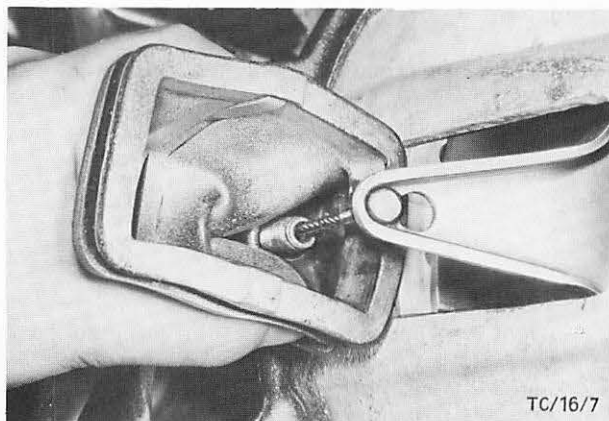

Abb. 9 Kupplungsseilzug an der Schwinge aushängen
6. Kupplungsseil zurückstellen und von der Schwinge aushängen. Abb. 9.